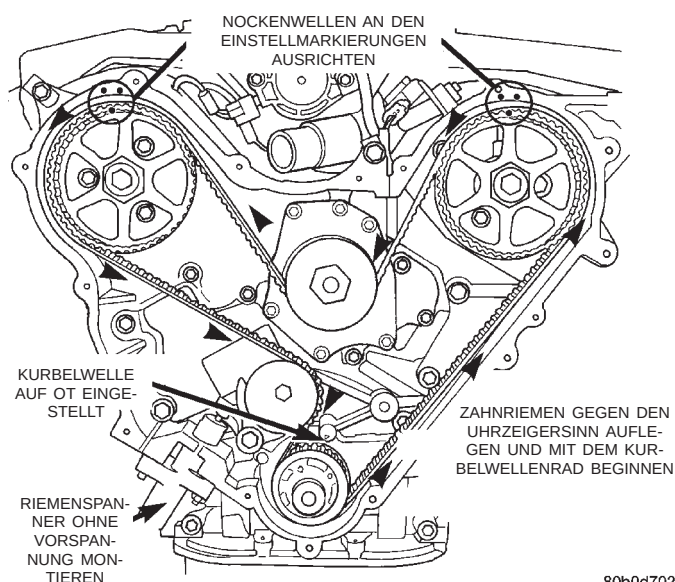

Abb. 70 Zahnriemen auflegen
(1) Kurbelwellenrad zur OT-Markierung auf dem Ölpumpendeckel ausrichten (Abb. 70).
(3) Zahnriemen auflegen, dabei am Kurbelwellenrad beginnen und gegen den Uhrzeigersinn weiterarbeiten (Abb. 70). Riemen um das letzte Nockenwellenrad schlingen. Beim Umschlingen der Spannrolle muss der Riemen gespannt gehalten werden.
(4) Spannrolle gegen den Riemen halten, Spannvorrichtung in Gehäuse einbauen und mit 28 N·m (250 in. lbs.) festziehen. Die Markierungen an beiden Nockenwellenrädern müssen sich nach wie vor zwischen den Markierungen auf dem Räderkasten befinden.
(5) Nach dem Befestigen des Riemenspanners den Sicherungsstift herausziehen, damit der Riemenspanner gegen die Spannrollenhalterung drücken kann.
(6) Kurbelwellenrad zwei Umdrehungen drehen und die Einstellmarkierungen an Nockenwellen und Kurbelwelle prüfen. Die Markierungen müssen sich in der ursprünglichen Einstellposition gegenüberstehen (Abb. 70). Falls die Lage der Markierungen nicht stimmt, den Vorgang wiederholen.